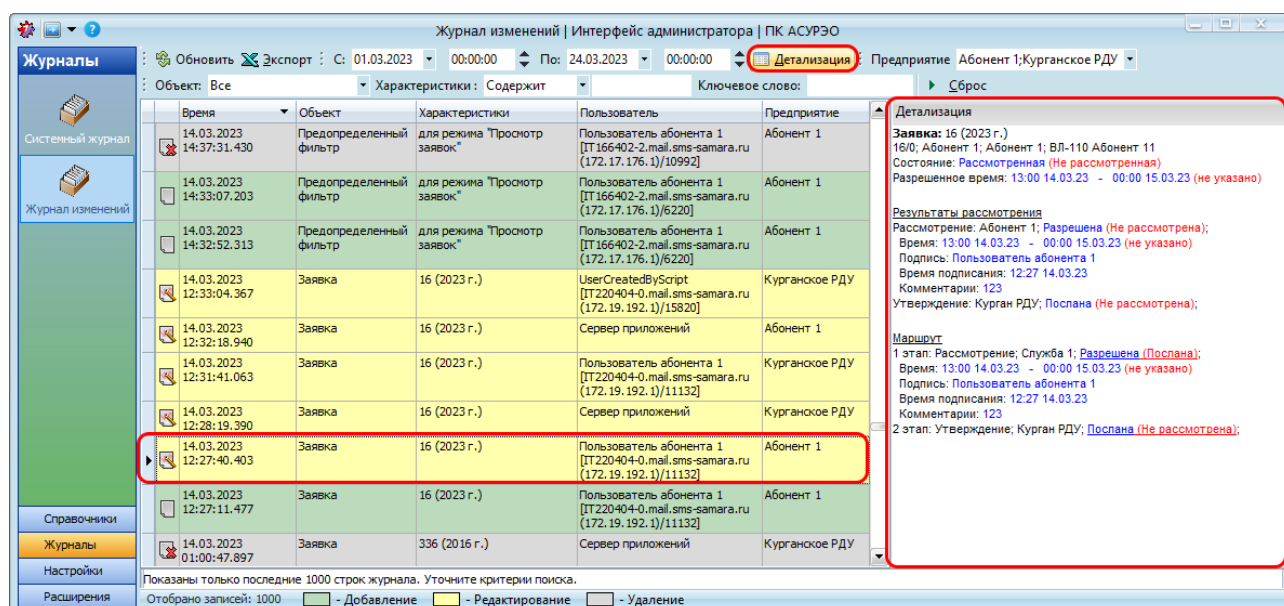

Рисунок 7.6 – Подробный режим просмотра журнала изменений
- **Подробный.** В данном режиме детальная информация выделенной записи в журнале отображается на панели «Детализация», которая располагается в правой части формы (Рисунок 7.6). Панель появляется при нажатии на кнопку [Детализация]. Для переключения в строчный режим необходимо закрыть панель «Детализация», повторно нажав кнопку [Детализация].